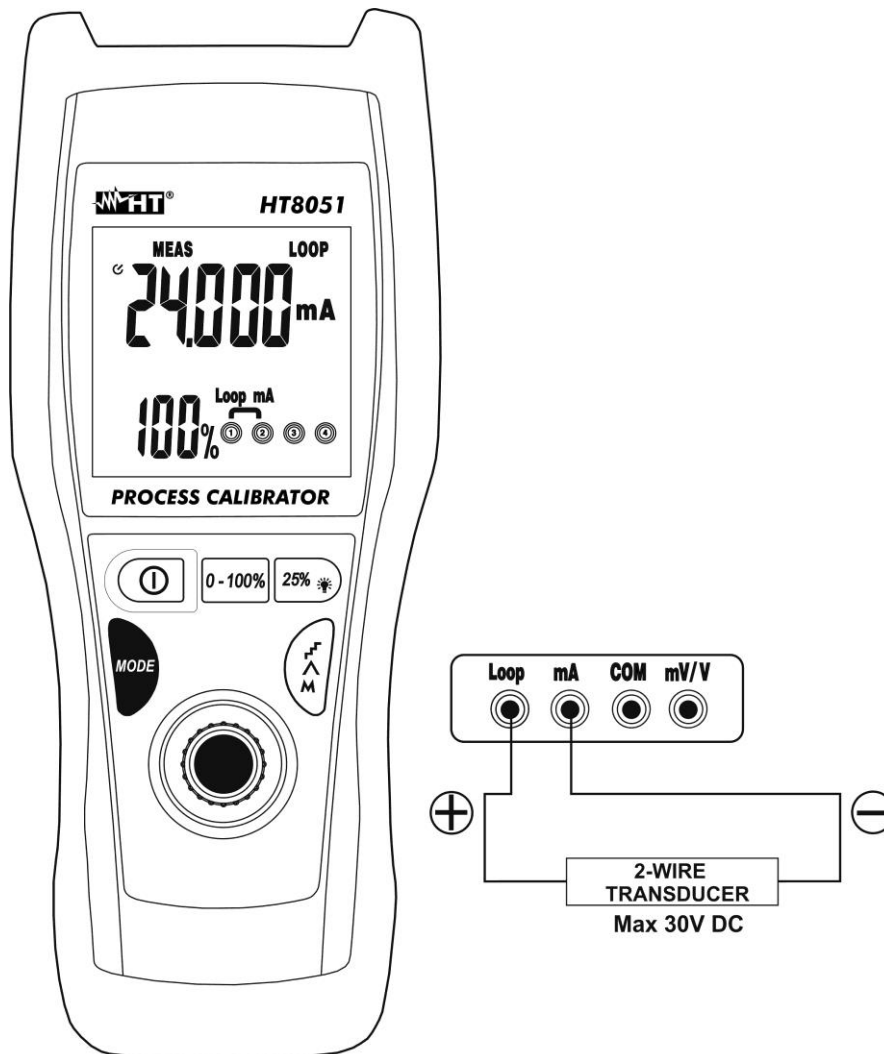

Fig. 7: Misura di corrente DC in uscita da trasduttori esterni (Loop)
4. Collegare il puntale verde ed il puntale nero al trasduttore esterno rispettando la polarità ed il verso della corrente (vedere la Fig. 7)
6. Il messaggio "-OL-" indica che la corrente in esame eccede il valore massimo misurabile dallo strumento. Per la generazione del valore negativo della tensione ruotare i puntali di misura in verso opposto rispetto alla connessione di Fig. 7